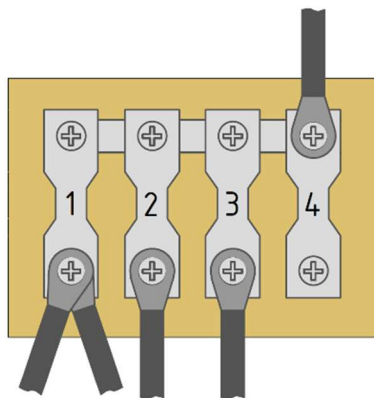

Рис. 11.57 Блок силовых предохранителей кабины
- блок силовых предохранителей кабины **1** (см. рис. 11.57), отвечающий за защиту электрических цепей блоков предохранителей и реле оборудования кабины и обогрева ветрового стекла, установлен справа под приборной панелью (см. раздел 10.1.4).